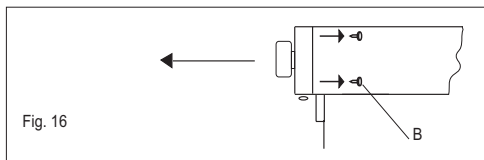

Fig. 16
- Volendo smontare anche il cruscotto è sufficiente svitare le 4 viti B interne che fissano il cruscotto alla facciata forno (Fig 16).